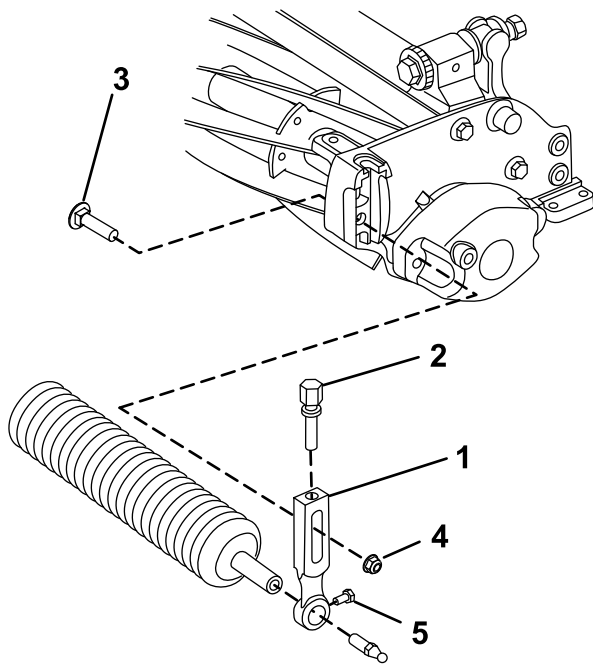

Figura 3
1. Îndepărtați șurubul plugului, aiba și piulița cu guler care fixează unul dintre braele pentru înălțimea de tăiere de placa laterală a unității de tăiere (Figura 3).
4. Glisai braul pentru înălțimea de tăiere pe arborele rolei (Figura 3).
5. Fixai fără a strânge rola pe unitatea de tăiere cu braul pentru înălțimea de tăiere și dispozitivele de fixare îndepărtate anterior (Figura 3).
7. Strângeți uruburile pentru montarea rolei (Figura 3).
2. Slăbiți uruburile pentru montarea rolei din braele pentru înălțimea de tăiere (Figura 3).
3. Glisați arborele rolei pe braul pentru înălțimea de tăiere de pe capătul opus al unității de tăiere (Figura 3).